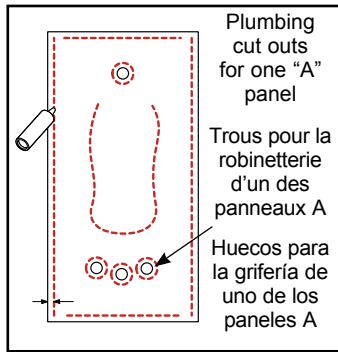

Fig. 6
- Appliquer un cordon d'adhésif au dos des panneaux de bout A. **Fig. 6.** Installer les panneaux A en alignant le rebord avant des panneaux à 3 mm (1/8 po) du rebord de la baignoire et en s'assurant que le rebord inférieur repose uniformément sur le rebord de la baignoire. Suivre la procédure de **FIXATION DES PANNEAUX.**
- Aplicar un cordón de adhesivo al dorso de los paneles del fondo A. **Fig. 6.** Instalar los paneles A alineando el reborde frontal 3 mm (1/8") del reborde de la bañera y asegurandose que el reborde inferior reposa uniformemente sobre el reborde de la bañera. Siga el procedimiento de **FIJACIÓN DE LOS PANELES.**